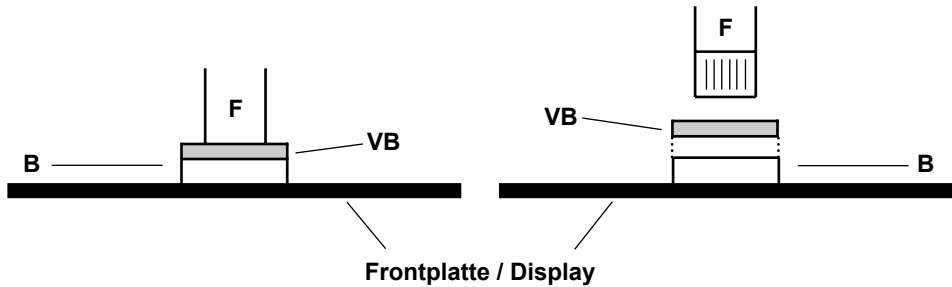

Fig. 3
- 4) Die Flachbandleitung auf der Displayeinheit abziehen. Dazu den Verriegelungsbügel an der Buchse hochziehen (**Fig. 3**). Lage der Kontaktseite des Foliensteckers notieren.